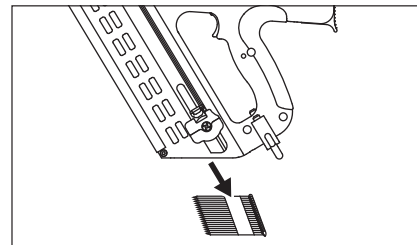

Figura 27
2. Tire del impulsor de sujetadores hasta la parte inferior del cargador y quite todos los sujetadores restantes del cargador (vea la Figura 27).